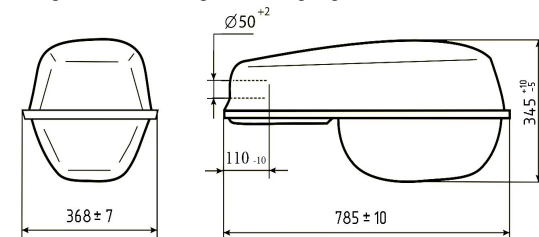

Рисунок 1
2.1 Светильники серии ЖКУ15 (рисунок 1) с электронными пускорегулирующими аппаратами предназначены для наружного освещения: освещения улиц, дорог с высокой, средней и слабой интенсивностью движения транспорта, а также автостоянок, площадей, железнодорожных платформ и станций, мостов.